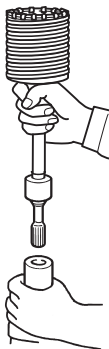

Fig. 13
- (2) Montar la espiga de la barrena tubular en el martillo perforador. (Fig. 13)